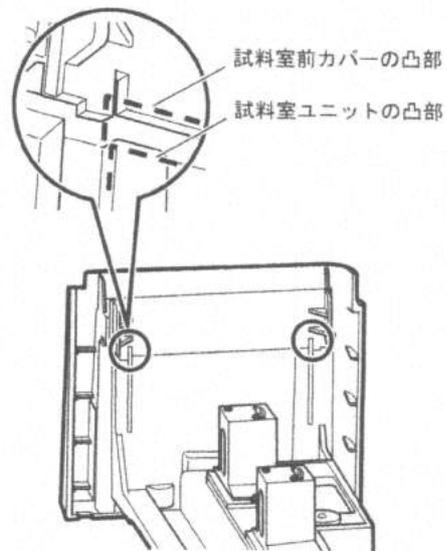

図 4.16 試料室前カバーの位置合わせ
- 3 図 4.16 に示す試料室ユニットの凸部と試料室前カバーの凸部（2カ所）をはめ合わせます。